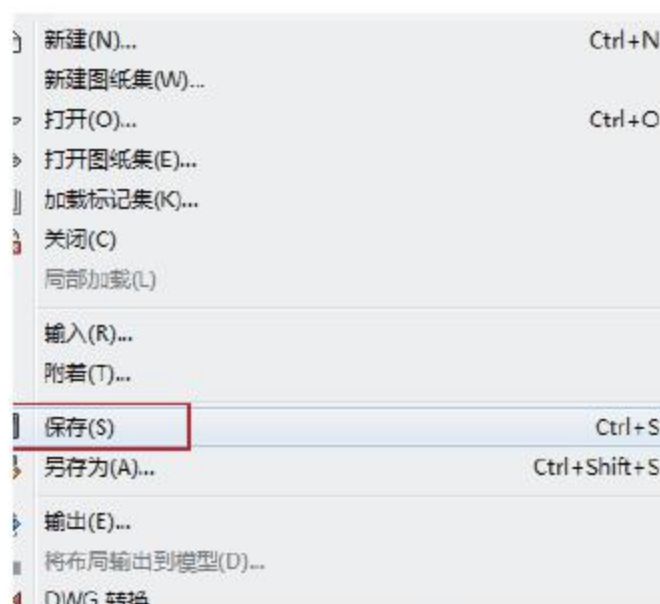

图2-140 选择命令
- 菜单栏:选择菜单【文件】|【保存】命令,如图2-140所示。